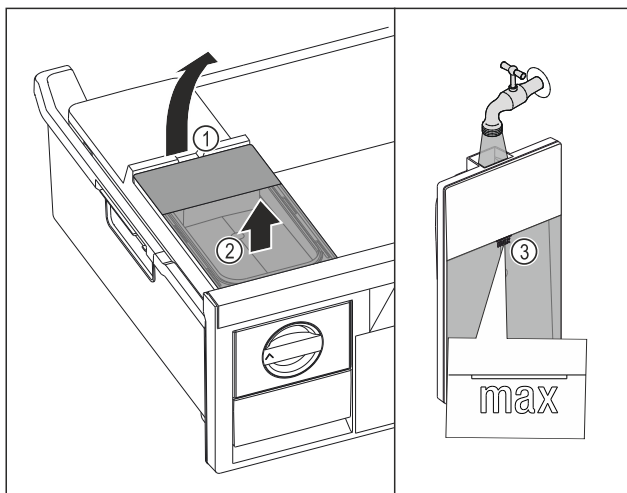

Fig. 110
- Watertank aan de uitsparing Fig. 110 (1) optillen.
- Watertank naar boven toe verwijderen. Fig. 110 (2)
- Watertank tot de markering Fig. 110 (3) vullen met drinkwater.